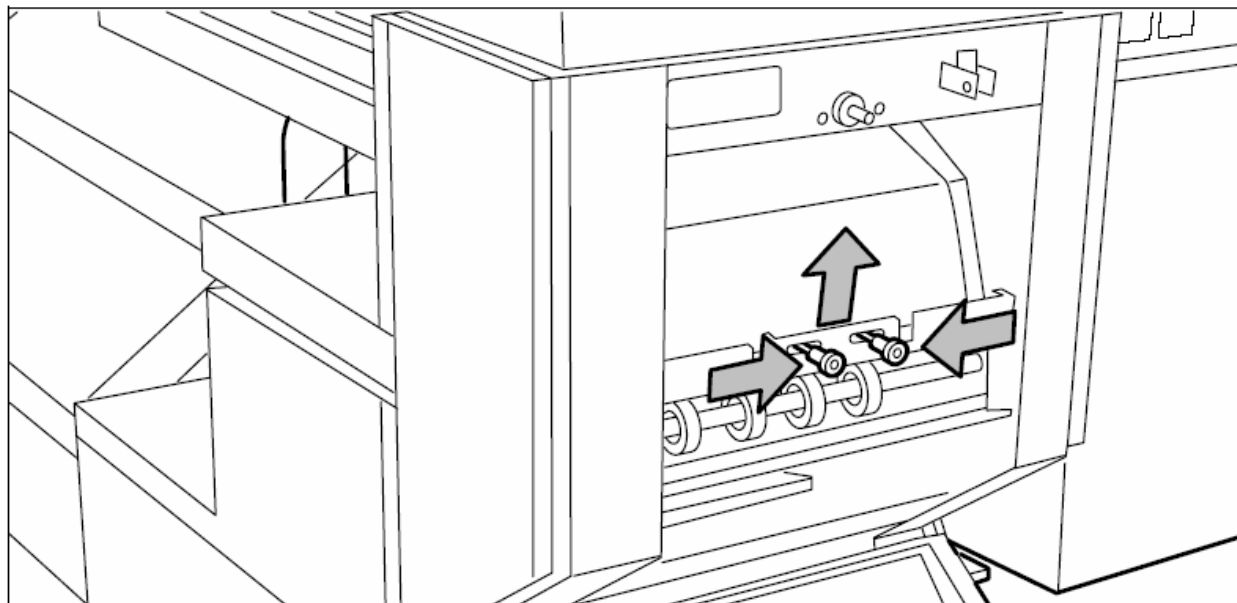

Рисунок 144. Открывание доступа к пластине
2. Сдвиньте два фиксатора (выполненных в виде кнопок) в верхней секции ленточного устройства вывода и откройте доступ к пластине (смотрите рисунок 144).